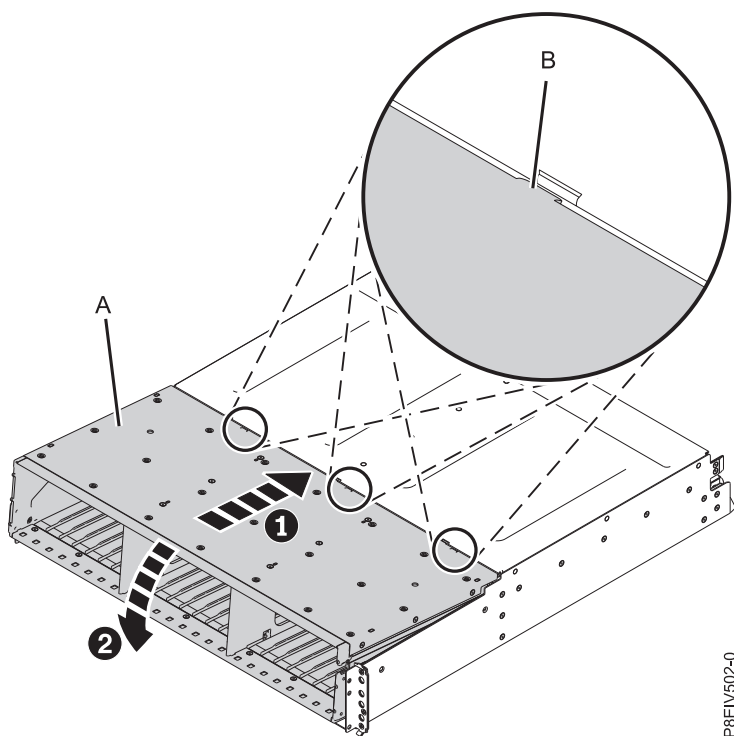

図 3. ミッドプレーン・アセンブリーの取り付け
- a. ミッドプレーン・アセンブリー **(A)** を両手で持ち、図 3 に示すように、20 度の角度で保持します。